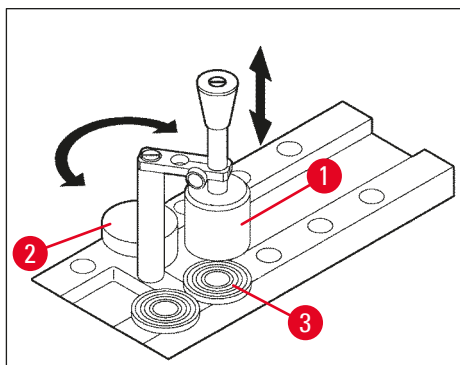

Fig. 14
4. Placez la platine pourvue de l'échantillon dans l'un des 10 orifices de la plaque de congélation rapide (→ "Fig. 14") et effectuez la congélation.